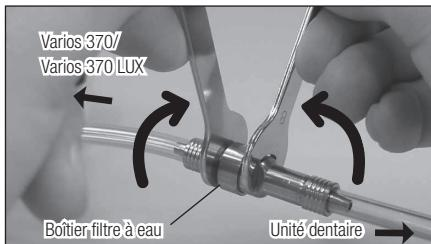

Fig.21
- 2) Montez deux Insertss plates (5x8) et tournez-les conformément à l'illustration de la Fig. 21.